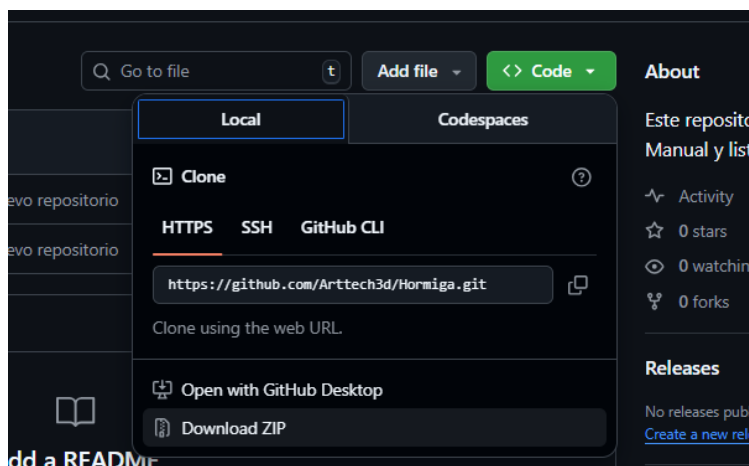

Ilustración 2 Descargar .zip
Paso 2: Descomprimir archivo .ZIP (Ilustración 2).